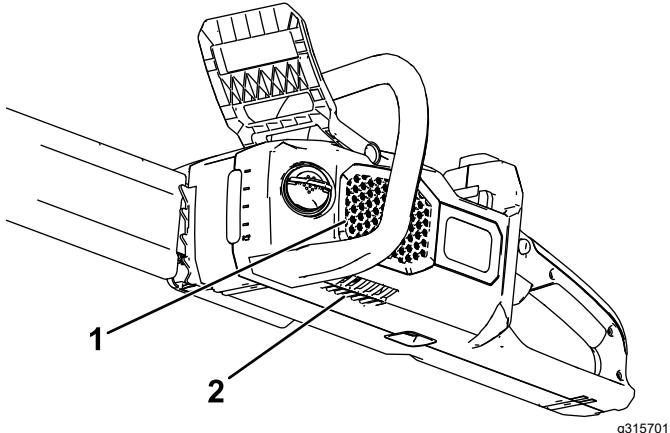

Figura 6
1. Assicuratevi che gli sfiati sulla motosega siano privi di polvere e detriti (Figura 6).